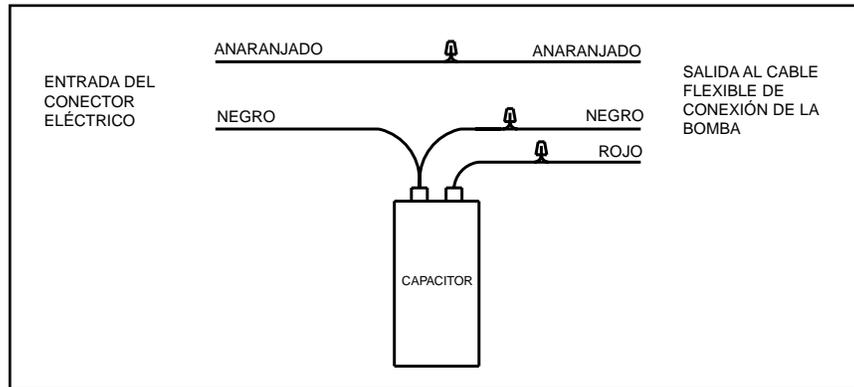

Figura 2.6 Esquema de alambrado
15. Acople los alambres según el color, usando tuercas para hilos (alambres). Vea la figura 2.6 para verificar las conexiones.